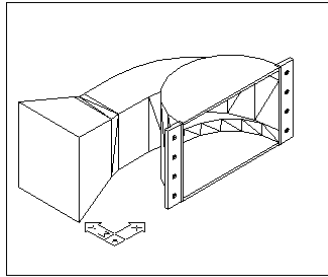

图 18-33
(5) 差集处理。单击  按钮或者在命令行直接输入 `subtract`，从上述缘板中减去上述四个圆柱体。
(6) 镜像处理。单击  按钮或者在命令行直接输入 `mirror`。对上述缘板进行镜像处理，结果如图 18-33 所示。
(7) 设置用户坐标系。在命令行直接输入 `ucs`，恢复世界坐标系。
(8) 作圆柱体。单击  按钮或者在命令行直接输入 `cylinder`。